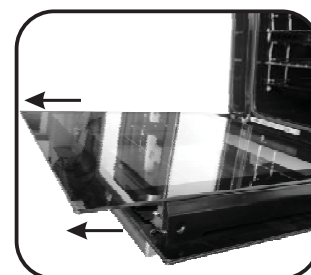

Figura 5
- Remova o vidro, puxando cuidadosamente para fora da moldura da porta (figura 5)